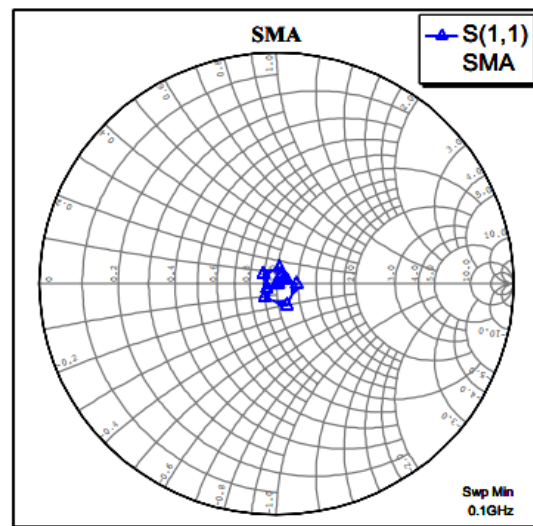

Рис. 109
- Полученный график показан на рис. 109.